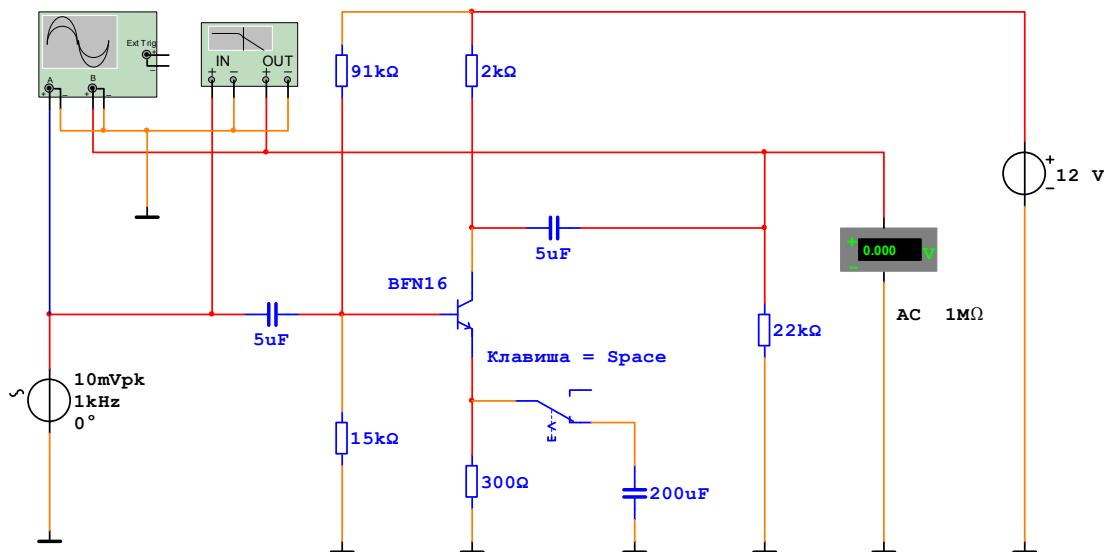

Рис. 7.1
7.2.1. Соберите схему для исследования транзисторного усилителя с возможностью подключения отрицательной обратной связи (OOC) по току, приведенную на рис.7.1. Верхнее положение переключателя «Space» (управляется клавишей «Пробел»), соответствует включенной ООС, нижнее - отключенной.